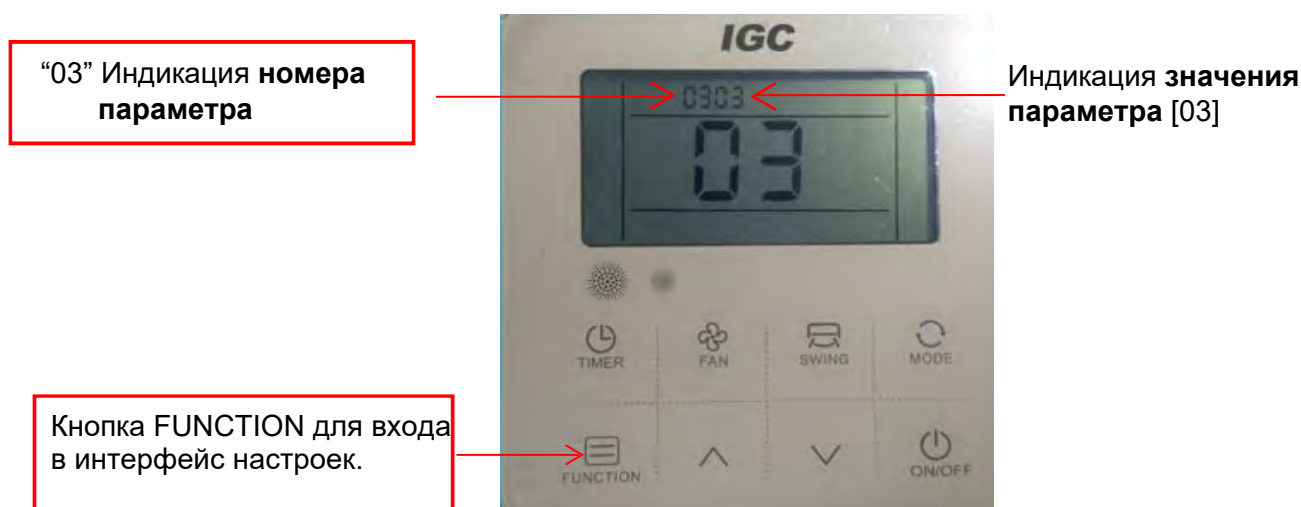

Рис.3.6
- 2) Войдите в режим настроек: нажмите и удерживайте в течение 5...10Сек кнопку "FUNCTION". На дисплее высветится индикация **НОМЕРА ПАРАМЕТРА** и **ЗНАЧЕНИЕ ПАРАМЕТРА** настраиваемого параметра (рис.3.6).